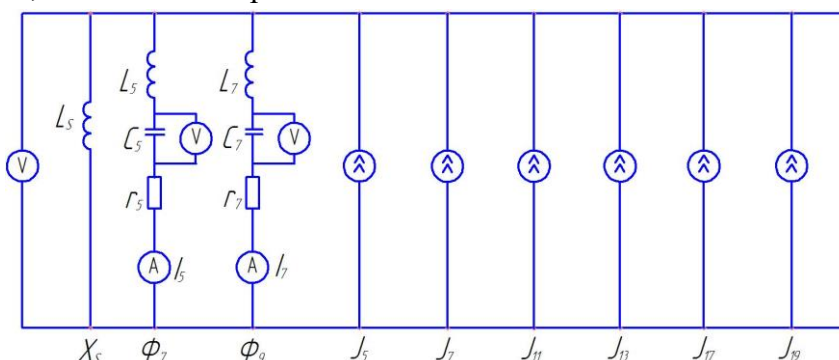

Рис.2.2. Схема для измерения коэффициента искажения синусоидальности кривой напряжения при работе ТП с фильтрами.
При наличии программы Multisim [13] коэффициент искажения ( $K_U$ ) определяют с помощью схемы, показанной на рис.2.2.
3.5. Собрать схему рис.2.2., сделать измерения высших гармоник напряжений и тока с помощью амперметра и вольтметров.